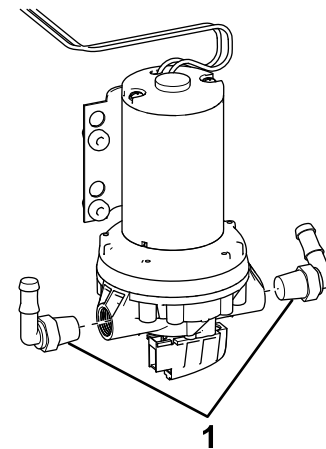

Figure 26
- Posez un raccord à 90° de chaque côté de la pompe (Figure 26).